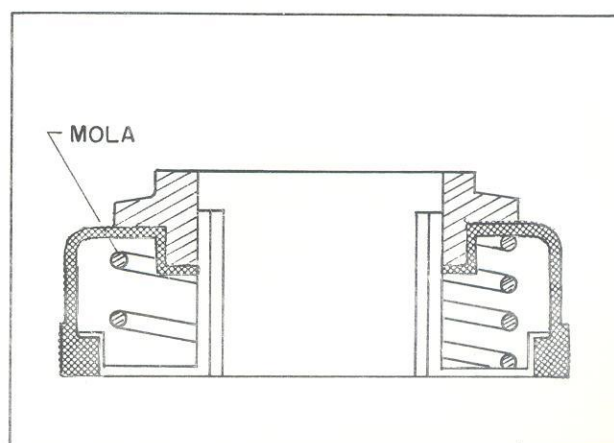

FIG. 60
**NOTA 3** - A peça fixa do retentor superior é fisicamente igual à peça fixa do retentor inferior. Para distinguí-las entre si, deve-se verificar a pressão da mola interna "apertando" as mesmas com a mão. A peça fixa do retentor inferior tem a pressão da mola maior (fig. 60).